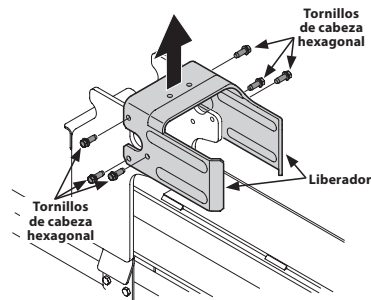

Figura 5
14. Desconecte el liberador del soporte soldado de vigueta retirando los seis tornillos hexagonales. Vea la Figura 5.
17. Coloque el liberador encima del montaje de la cuña y fíjelo en los soportes soldados con los elementos de ferretería que extrajo previamente. Vea la Figura 5.